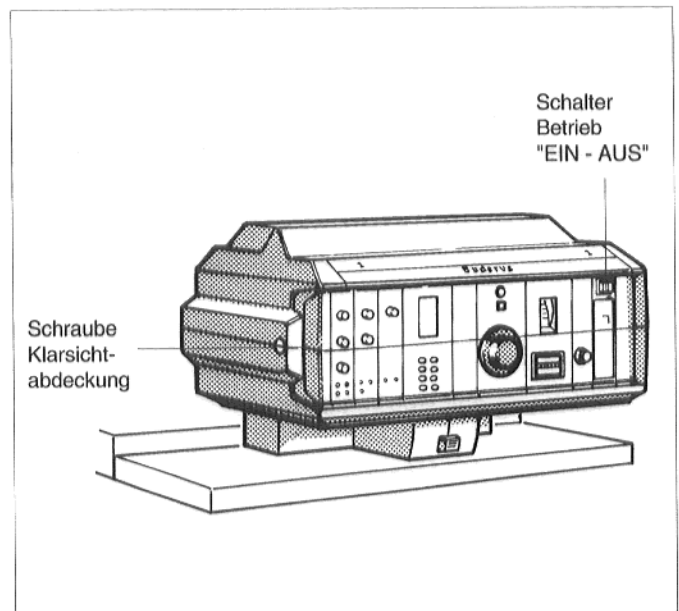

Abb. 20: Regelgerät G_224 L
- Schraubenschlitz der Klarsichtabdeckung des Regelgeräts (Abb. 20), bei Doppelkessel bei beiden Regelgeräten, in waagerechte Stellung bringen, z.B. mit einer Münze. Klarsichtabdeckung nach vorne abnehmen.
- Schalter Betrieb (Abb. 20), bei Doppelkessel an beiden Regelgeräten, in Stellung 0 (AUS) stellen.